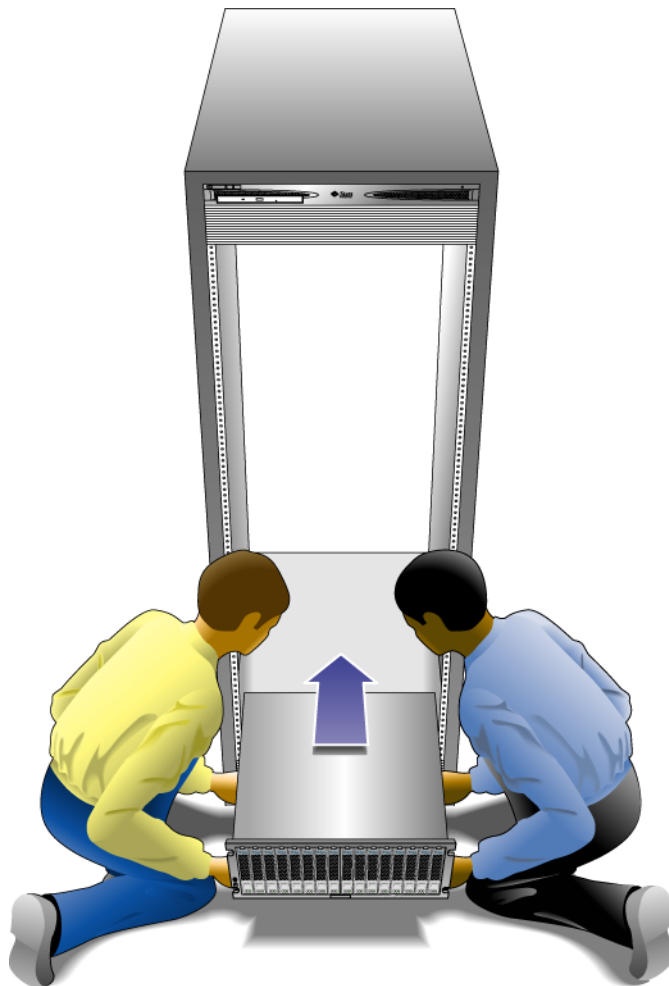

FIGURA 2-7 Colocación de la unidad en el armario
1. Se necesitan dos personas, cada una situada a un lado de la unidad, para levantar y depositar la unidad sobre el resalte inferior de las guías izquierda y derecha (FIGURA 2-7).